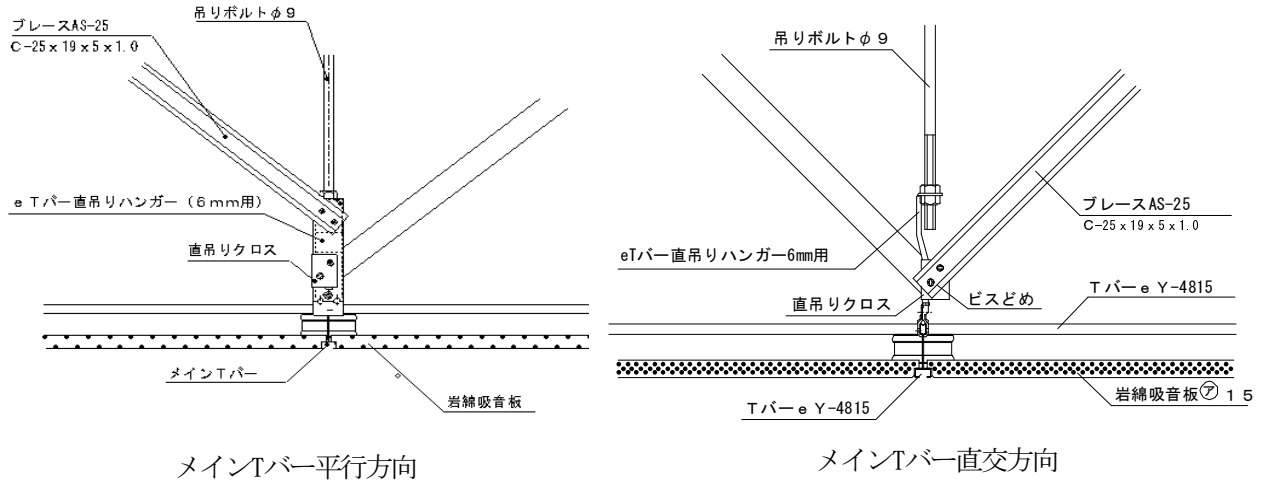

図2-20 ブレース設置部
- ① ブレースの下部を設置する eTバー直吊りハンガーの必要箇所に直吊りクロスをビス留めし、Tバーに4φのビス留めします。(図2-20 参照)